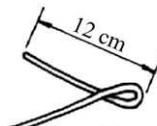

Figura 24
- c1) Dobrar o fio de modo a formar um elo, com um prolongamento de 12 cm (Figura 24).